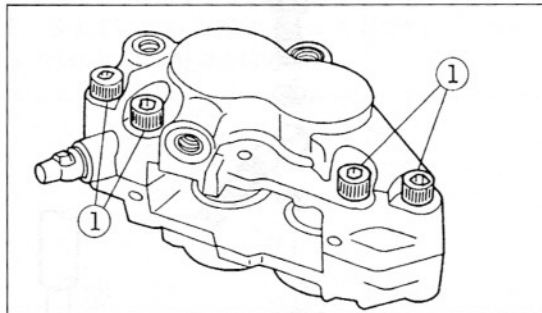

Bild 272
- **Vorn:** Verbindungsschrauben ① (Bild 272) ausdrehen und Bremsattelhälften trennen.